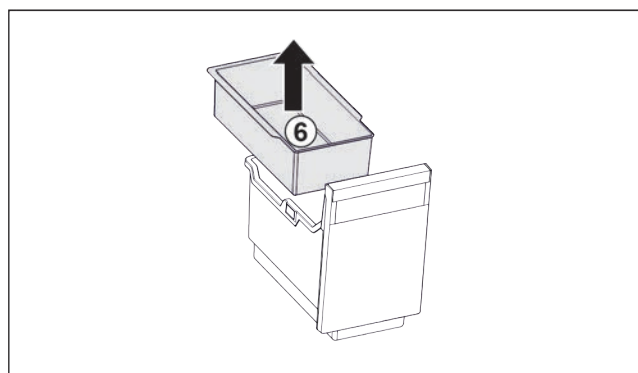

Fig. 24
- ▶ Извлеките Fig. 24 (6) подвесной лоток.